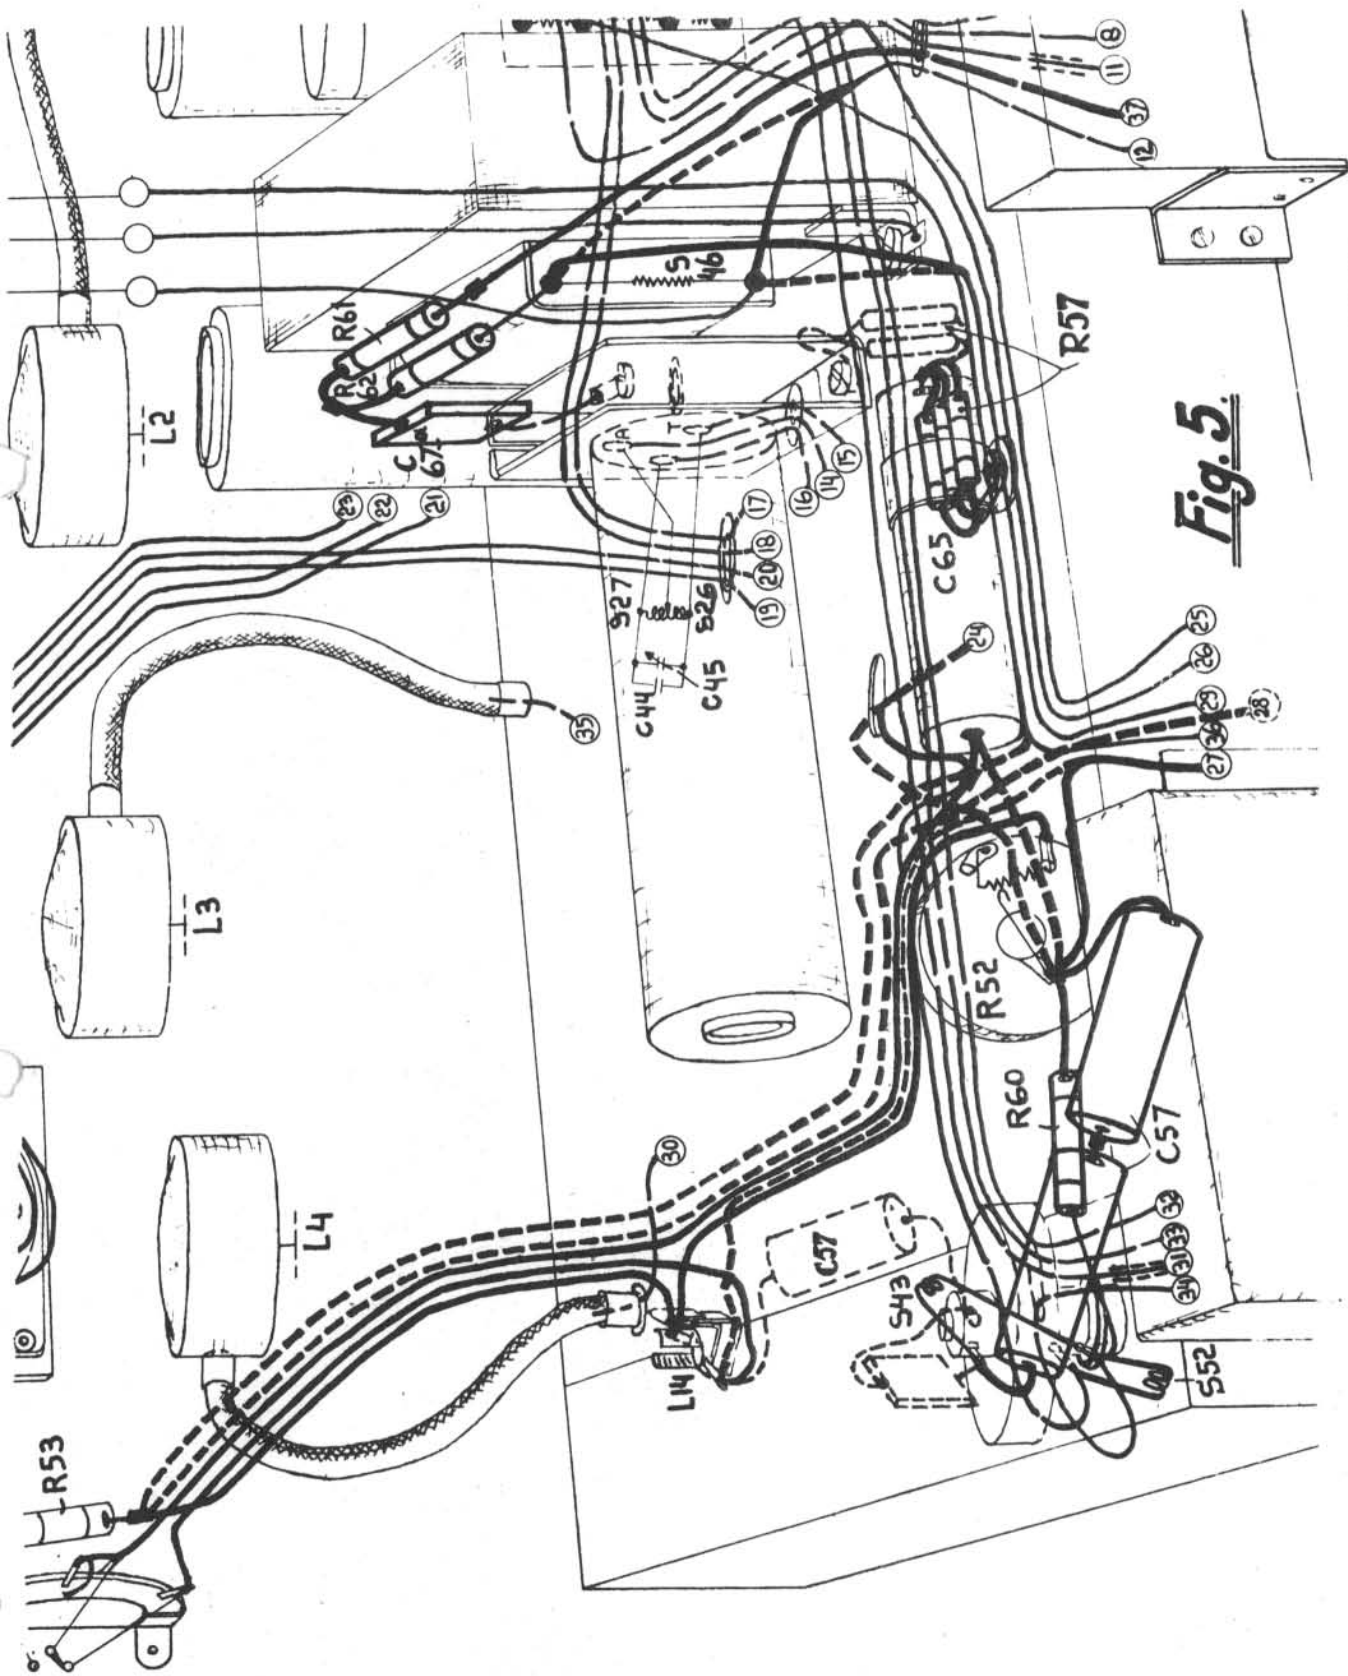

Fig. 5.
- Nr.3. In de plaats van R49 is een spoel S52 aangebracht, welke gewikkeld is op dezelfde koker als S43. C66 is parallelgeschakeld aan S52 en R60 parallel aan S43-C57, terwijl C57 vervallen is. Door deze wijzigingen verkrijgt men een effectievere werking van de fluitfilter S52, C66 en S43-C57 (fig. 5 en 6). Verder is schakelaar 4 zodanig gewijzigd, dat de negatieve terugkoppeling in de stand K.G. niet meer wordt kortgesloten maar onderbroken, waardoor fluitfilter en contrastlampje buiten werking worden gesteld. Daar fluitfilter en contrastlampje de sterkteverschillen sterker doen uitkomen, zal de fadingcompensatie door genoemde buitenwerkingstelling nog beter tot zijn recht komen.